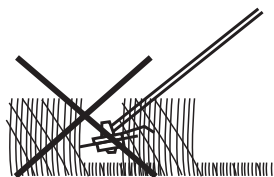
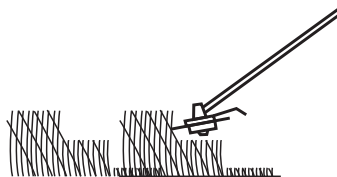

Fig. 30
Fig. 31
- > Vérifiez fréquemment la propreté de la tête de coupe, qui doit être dégagée de tout résidu risquant de compromettre son fonctionnement. Vérifier périodiquement. Coupez le moteur, mettez le bouton marche/arrêt (26) sur "O" et enlevez le connecteur de la bougie (1), puis procédez à la vérification.
- > Coupez les herbes les plus longues par étapes (Fig. 30). Pour des résultats optimaux, coupez les herbes longues par étape (Fig. 31).